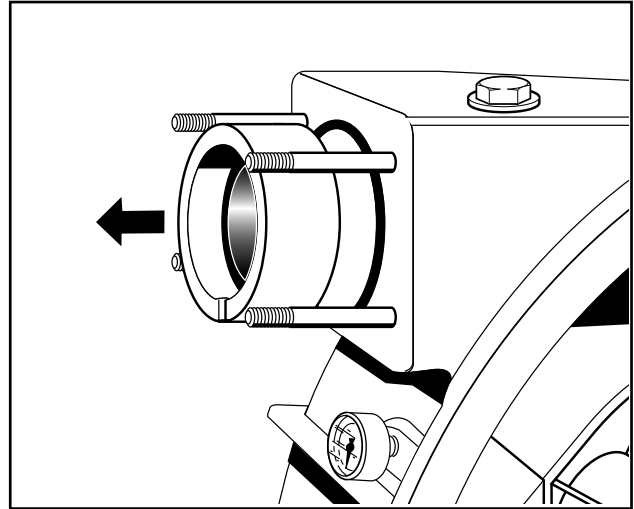

Рис. 30 Демонтаж набора зажимных колец
6. Затем демонтировать шланг для удаления воздуха (рис. 30). Снять со шланга (рис. 30) установочное, зажимное, дистанционное кольцо и уплотнительное кольца круглого сечения.